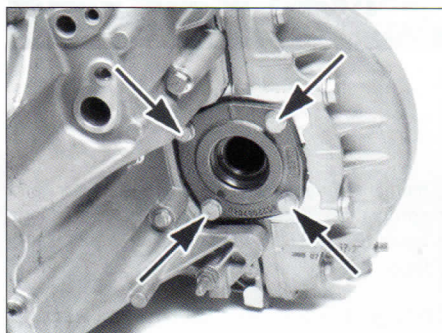

FIG. 8
*Nota: para el sustitución del retén izquierdo, es necesario desmontar la placa de apoyo del rodamiento de diferencial (**fig. 8**).*